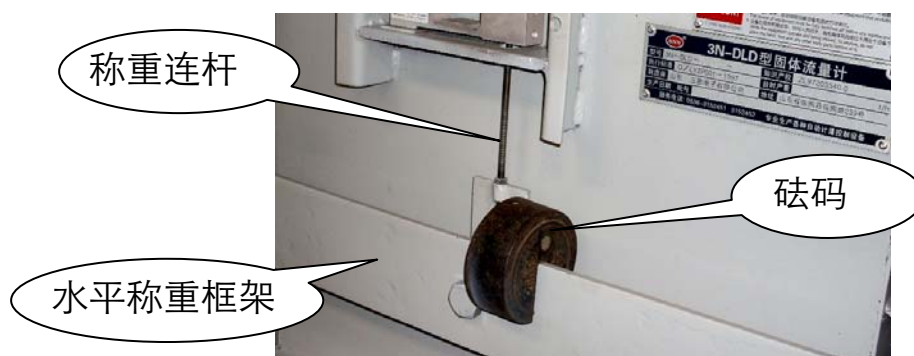

图 10: 标准砝码放置的位置图
- ①: 使用上述方法；标定（校正）3N-DLD 秤结束之后。马上进行下面的工作。
- ②: 根据 3N-DLD 秤的大小，选用 2Kg~~10Kg 标准磅秤砝码，放在 3N-DLD 秤后面的<水平称重框架> 中部，靠近<称重连杆>的位置，可以在<称重连杆>的两侧放置。见 图 10。
- ①：做好上述的各种检查和调整。这个必须做好！
- ②：操作 3N-0405-F，对 3N-DLD 进行“校零”。
- ③：用重量为 Wm 的标准砝码，放在 3N-DLD 秤后面的<水平称重框架> 中部，靠近<称重连杆>的位置，可以在<称重连杆>的两侧放置。见 图 10。
④：查看 3N-0405-F 显示的流量值：
①：停止设备运行；按上述的过程仔细检查 3N-DLD；做好相关的检查、清理、维护。
②：操作 3N-0405-F，对 3N-DLD 进行“校零”。
③：用重量为 Wm 的标准磅秤砣码，放在 3N-DLD 秤后面的<水平称重框架> 中部，靠近<称重连杆>的位置，可以在<称重连杆>的两侧放置。见 图 10。
④：按  键，选到 A 组参数，设置 A8= Tm。
⑤：按  键，选到 P 组参数，再通过翻页键  选到 P5，此时显示的是原来的标定系数 K 值，按一下  键；